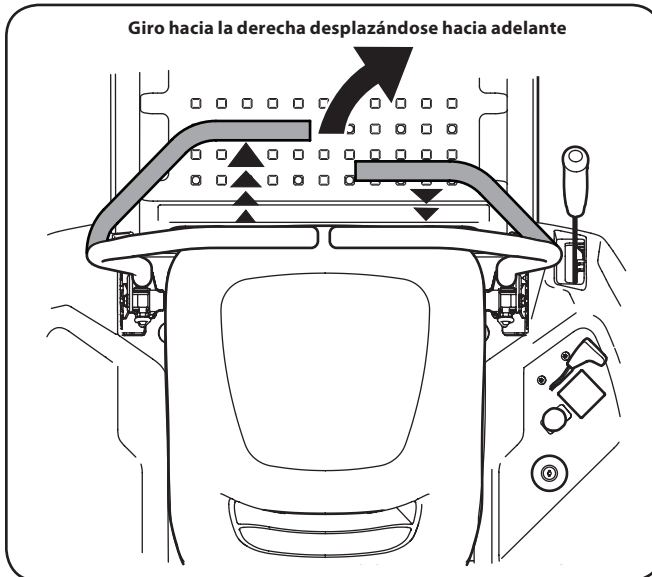

Figura 5-5
2. Para girar a la derecha, mueva la palanca de control del lado derecho hacia atrás respecto de la palanca izquierda. Consulte la Figura 5-5.